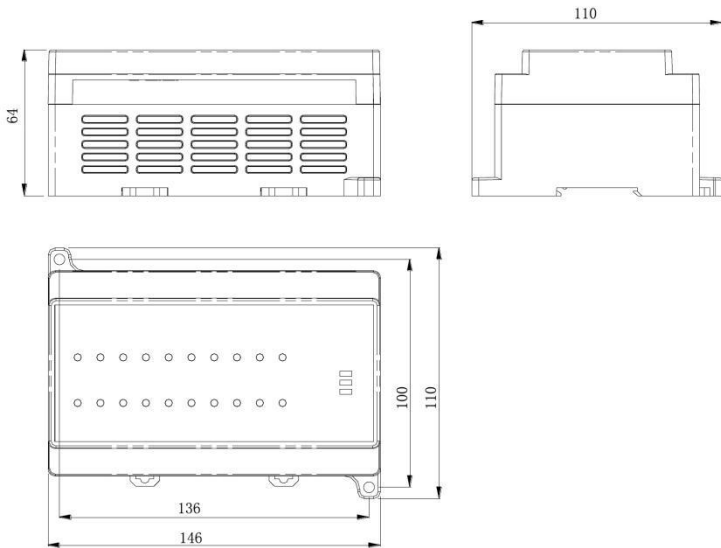

图1 保护器基本单元外形和安装尺寸图
4.1.2 安装方式：保护器基本单元可用 35mm 对称型 DIN 导轨安装在控制箱底板上，亦可用螺丝固定在控制箱底板上。具体外形和安装尺寸如图 1 所示。